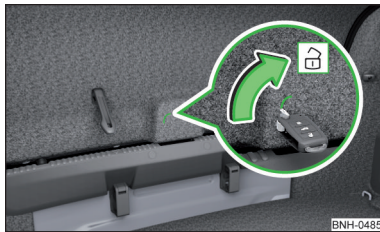

Abb. 145
- › Den Fahrzeugschlüssel in den Schlitz in der Verkleidung » Abb. 145 bis zum Anschlag einschieben.